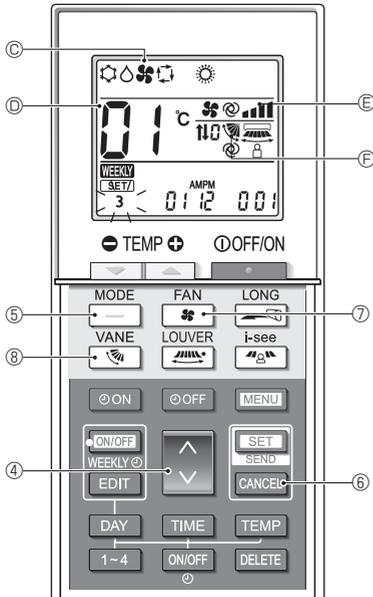
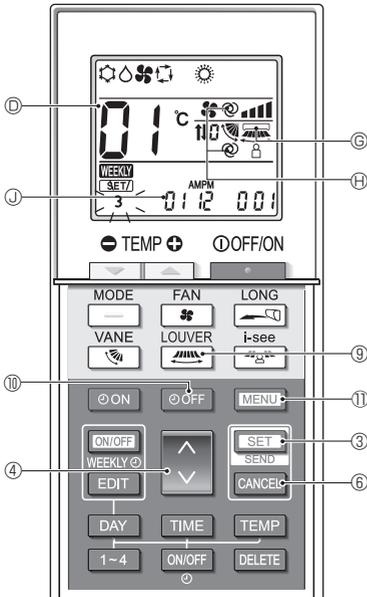

Fig. 6-2
Fig. 6-3
(Fig. 6-2, Fig. 6-3)
- Si le réglage est incorrect, appuyez sur la touche **CANCEL** ⑥ et répétez la procédure à partir de l'étape 1.
6.4. Achèvement des réglages (Fig. 6-3)
- Appuyez sur la touche **SET** ③ pendant 5 secondes.